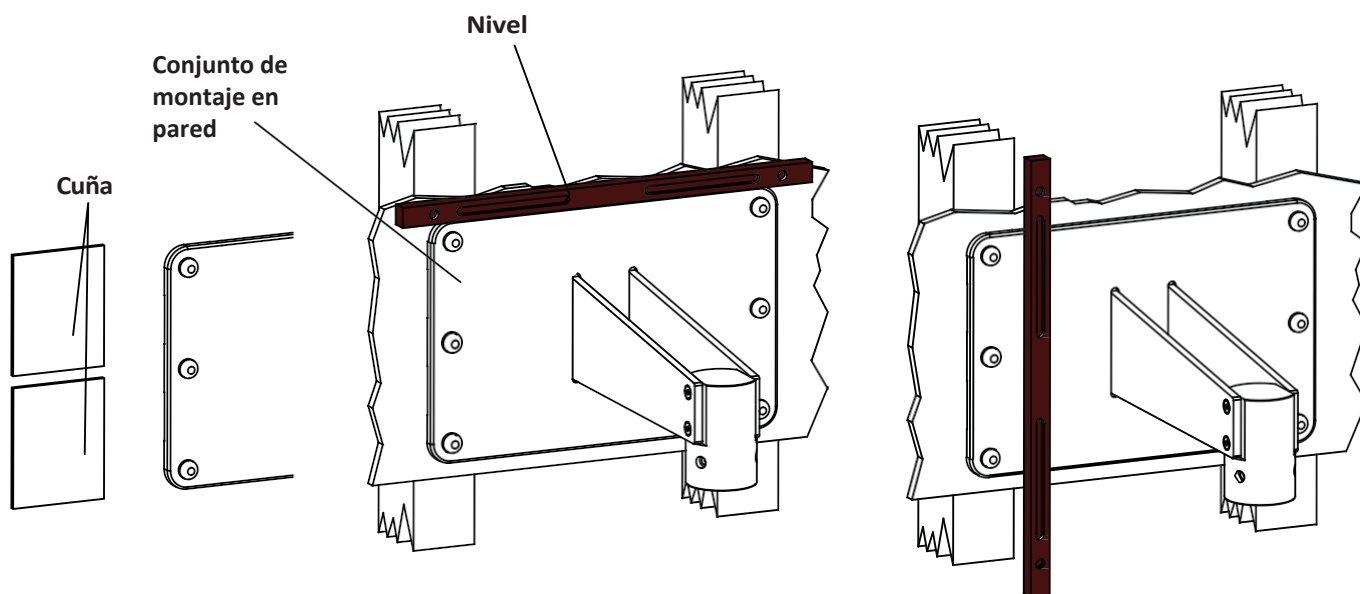

Figura 28
2. Coloque un nivel en la parte superior de la placa trasera para comprobar la nivelación horizontal. Véase la figura 28.